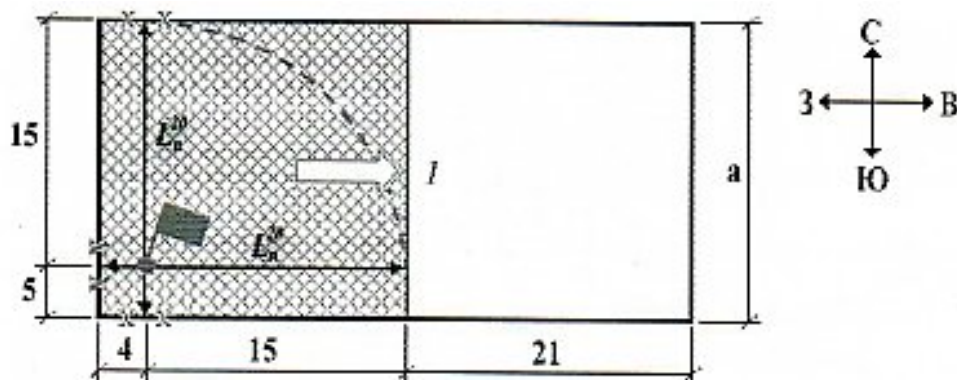

Рис. 9. Схема развития пожара на 20-й минуте
На схему, выполненную в масштабе, наносим путь, пройденный огнем за время, равное 20 мин. В северном направлении на 20-й минуте огонь достигнет стен здания, произойдет изменение формы площади пожара. Развитие пожара будет происходить в одном (1) восточном направлении, форма площади пожара – прямоугольная (рис. 9).